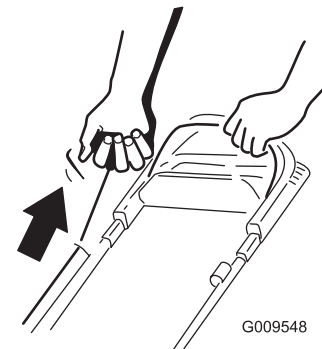

Figure 17
2. Tirez sur la poignée du lanceur (Figure 17).
Remarque: Tirez la poignée du lanceur lentement jusqu'à ce que vous sentiez une résistance, puis tirez vigoureusement (Figure 17). Laissez le lanceur se rétracter lentement jusqu'à la poignée.